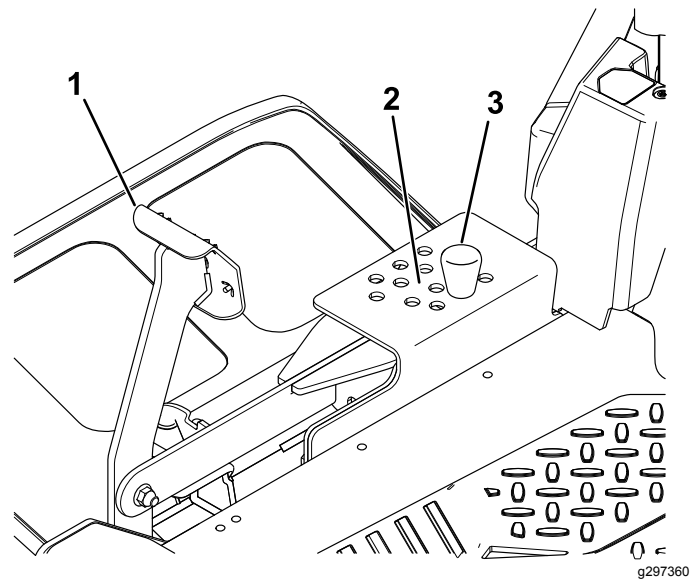

Figure 35
2. Pour changer de hauteur de coupe, retirez la goupille du support de hauteur de coupe (Figure 35).
3. Insérez la goupille dans le trou du système de hauteur de coupe correspondant à la hauteur de coupe voulue (Figure 35).